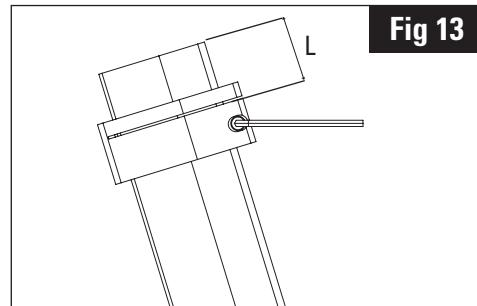

Fig 13
6. Insérer l'outil de coupe à la position L et serrer la vis transversale à 3 Nm. (Fig.13)